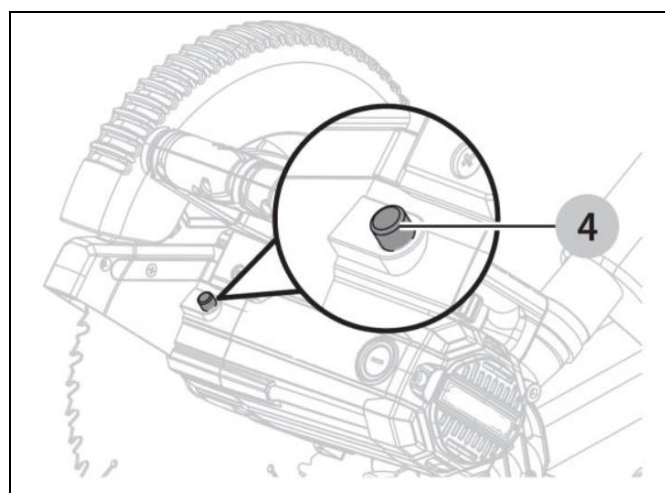

Рисунок 12b
- Нажмите на фиксатор оправки (4) на задней части головы пилы и удерживайте его (Рис. 12b)